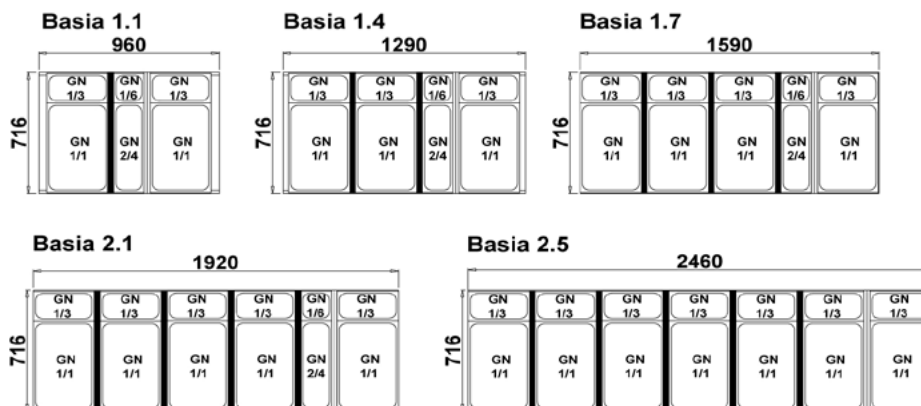

Fig. 3
2. Monter lysarmaturet og kople på kabelen. Plasser kabelen i kanalen for kabelen (11)
3. Kun Gastro - plasser universalsaltanken - plasser GN delerne - plasser GN bakkene som vist i fig. 3
4. Monter frontskjermen (8)